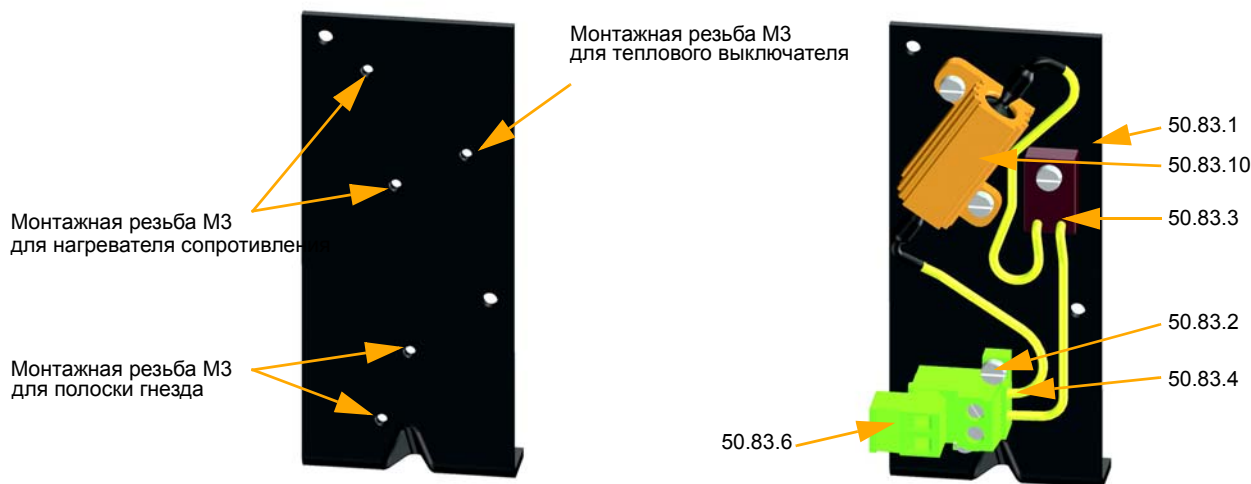

Fig. 24: Монтаж системы обогрева ARI-PREMIO 2.2-15 кН
- Используя винты, входящие в комплект поставки, установить весь комплект обогрева (на держателе-кронштейне) в предназначенном для этого месте на крышке редуктора. (Fig. 24).